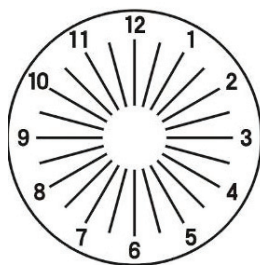

Abb.32
(4) Zylinderlinsenknopf drehen ②⑦ um den C-Wert zu ändern, .00 \rightarrow .25 \rightarrow .50. damit jede Linie gleich gesehen wird. Wenn er auf -0.50 gedreht wird, sieht das Diagramm wie in Abb. 32 gezeigt aus.
(5) Ändern Sie S in 0.25-D-Schritten, indem Sie die Skala mit schwacher sphärischer Kraft drehen ②③ so dass die Sehschärfe 1.2 bis 1.5 beträgt. Notieren Sie den geänderten Wert der Sehschärfe.